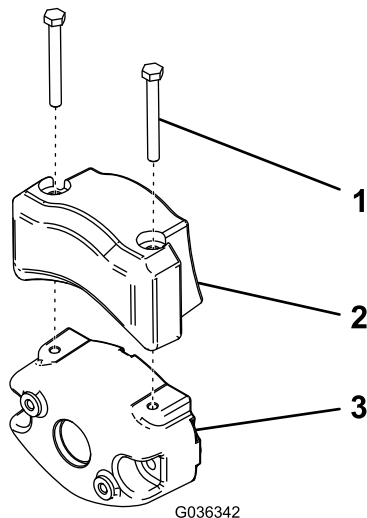

**Figura 51**
**Importante:** Cuando sea necesario inclinar la unidad de corte, apoye la parte trasera de la unidad de corte para asegurarse de que las tuercas de los tornillos de ajuste de la barra de asiento no estén apoyadas en la superficie de trabajo (Figura 51).